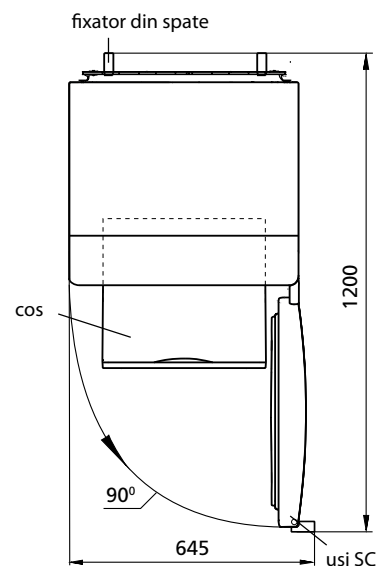

Figura 2 – Frigider (vedere de sus)
**1.4** Spațiul total, necesar pentru exploatarea frigiderului este determinat de dimensiunile indicate în figura 2 în milimetri. Pentru extragerea liberă a componentelor din frigider trebuie deschise ușile camerei la un unghi de cel puțin 90°.